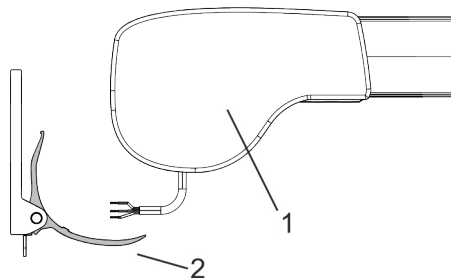

Abb. 35: Markise einhängen
1. ➔ Markise (Abb. 35/1) in das Schenkstück (Abb. 35/2) der Wandkonsole einhängen.